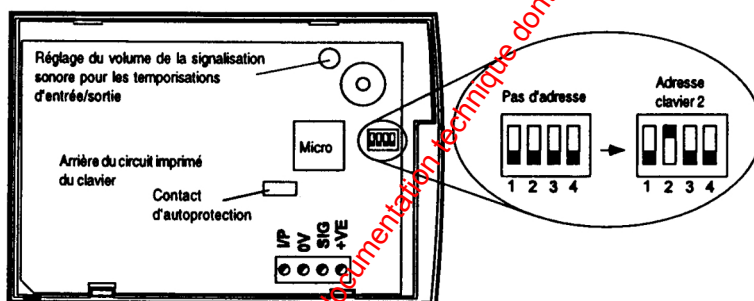

Figure 5. Interrupteur miniature d'adressage du clavier
1. Ouvrir le clavier et localiser l'interrupteur miniaturé équipé de 4 mini-commutateurs (se reporter à la figure 5, ci-dessous). Chaque mini-commutateur est repéré de 1 à 4. Ces numéros correspondent à l'adresse du clavier.
Il est possible de modifier le niveau sonore du buzzer en ajustant le potentiomètre situé à proximité de celui-ci. Se reporter à la figure 5. Lors de l'installation initiale, placer le potentiomètre en position médiane.